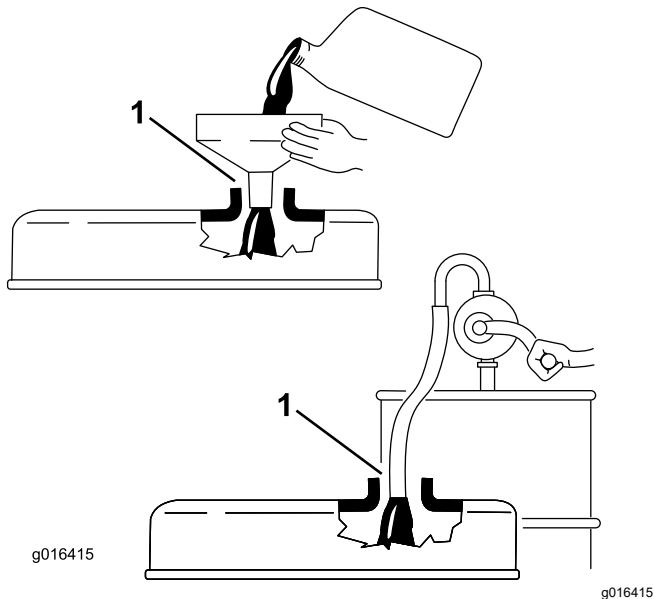

図 31
**重要** エンジンオイルを補給するときには、ディップスティックを抜いておいてください。エンジンオイルを補給する時には、補給口とジョウゴなどの間に必ず図 31に示すようなすき間が必要です。これは補給の際に通気を確認し、オイルがブリーザ内部に侵入しないようにするためです。